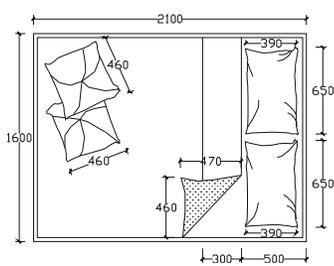

图 3-1-25
**STEP 06** 使用填充命令 BHATCH (BH) 对被子的卷边进行填充，如图 3-1-25 所示。